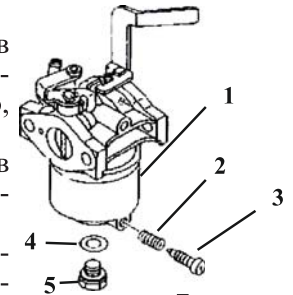

рис. 7
7.6.3 Слейте топливо из поплавковой камеры карбюратора, вывинтив пробку **3** (рис. 7) После слива установите пробку на место и затяните.
7.6.4 В модификациях в которых отсутствует винт слива, бензин сливать вывинтив болт **5** (рис. 7) крепления поплавковой камеры **1** (рис. 7), придерживая камеру.